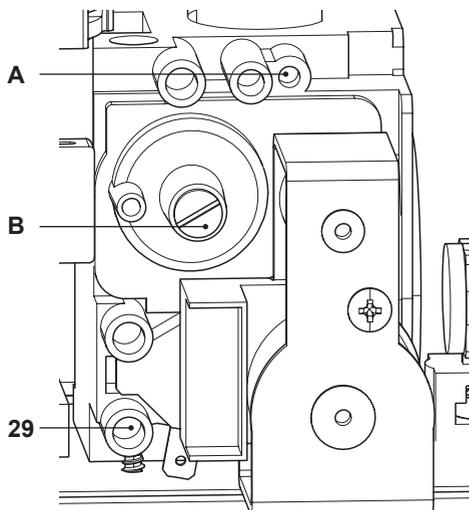

Figura 7.8
- Con la caldera apagada (fuera de servicio), compruebe la presión de alimentación usando la toma 29 en la Figura 7.8 y compare el valor indicado con los mostrados en la tabla Presiones de alimentación de gas en la sección "Datos técnicos Myto Condens Basic 25S" en la pág. 22.
- Vuelva a cerrar bien la toma de presión 29 en la Figura 7.8.
- Para calibrar el **CO₂** de la caldera (presión del gas en el quemador) desenrosque completamente el tapón de protección de latón B y regule el tornillo Allen Ø 4 mm situado debajo Figura 7.8: girando en el sentido de las agujas del reloj el **CO₂** aumenta.
- Si los dos datos no coinciden, ajuste el tornillo de regulación de máximo RQ (A en la Figura 7.8) de la válvula de gas y calibre el CO_2 al valor indicado en la sección "Datos técnicos Myto Condens Basic 25S" en la pág. 22. Girando en el sentido de las agujas del reloj el CO_2 se reduce.